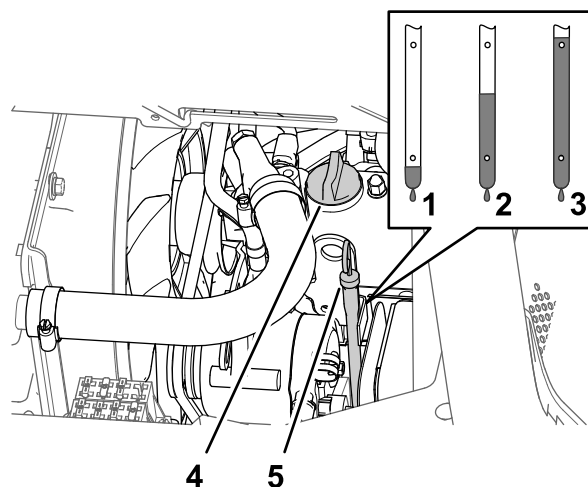

図 68
5. エンジンバルブカバー図 68 からオイル補給口のキャップを取り、所要量の約 80% のオイルを入れる。
6. ディップスティックの目盛りで油量を点検する 図 68。
7. ディップスティックの FULL マークに達するまで補給口から残りのオイルをゆっくりと補給する図 68。
8. 補給口にキャップとディップスティックを取り付ける 図 68。